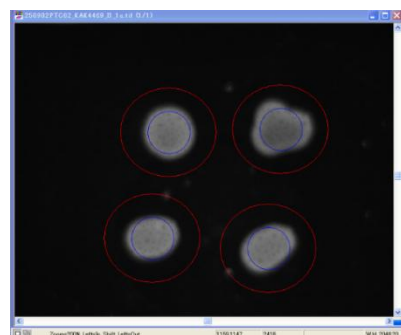

図4 画像解析
3. スポット周辺部を指定し領域のintensityの中央値を読む (バックグラウンド)。(図4)